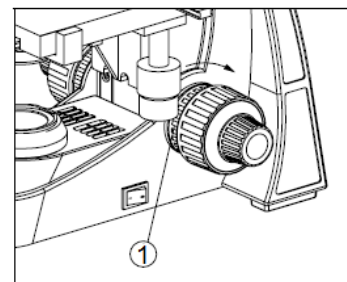

Fig. 3 Frein de serrage
- Pour remédier aux problèmes suivants, régler le frein de serrage (1) : la commande de mise au point grossière est difficile à tourner, la préparation quitte lentement le foyer, la tablette porte-objet glisse (Fig. 3).